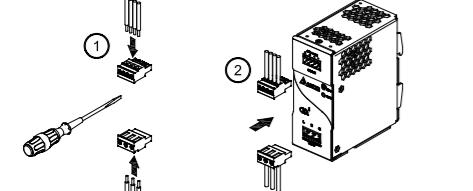

Figure 4
ACHTUNG: Befestigung zwischen Kabel und Gehäuse (Abb. 4 (1)) muss erfolgen, bevor der Stecker in den Anschlussverteiler gesteckt wird (Abb. 4 (2)).
Caution: Must tighten wire to housing (Fig. 4 (1)) before plugging into the terminal block connection (Fig. 4 (2))